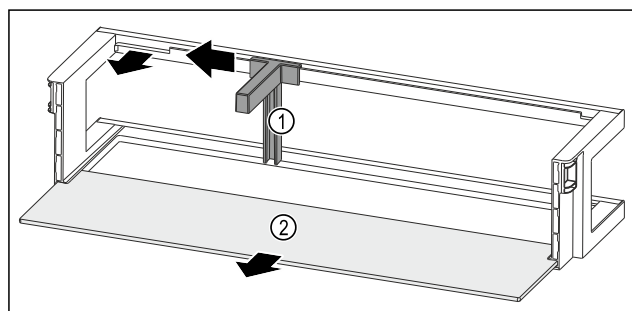

Fig. 122 带瓶托和搁板的门边存放架
- 将瓶托 Fig. 122 (1) 推至槽边。
- 取出瓶托 Fig. 122 (1)。
- 取出搁板 Fig. 122 (2)。